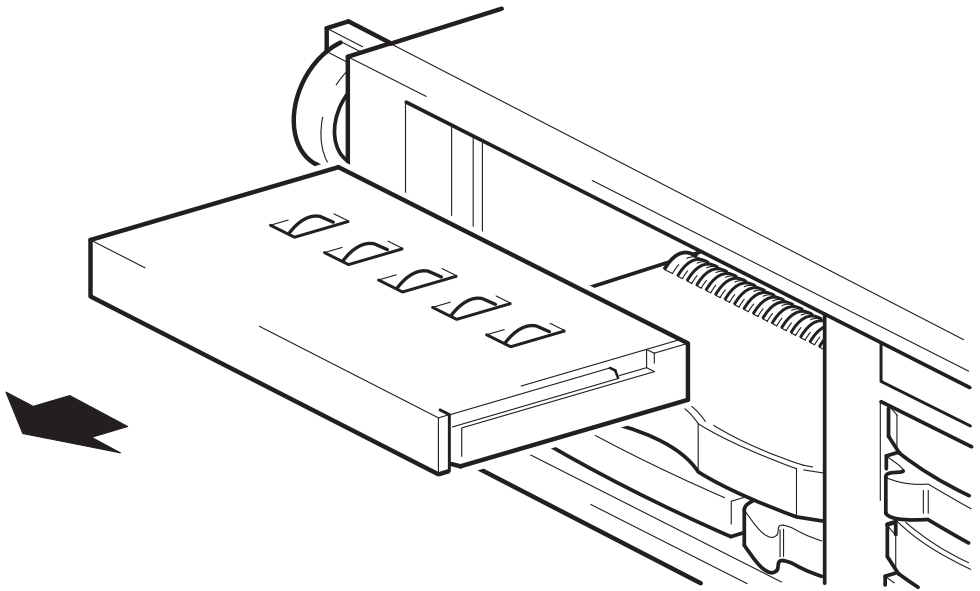

Figure 3a : retrait du lecteur de bande de protection
- 2 Enlevez le lecteur de bande de protection, comme le montre la figure 3a.